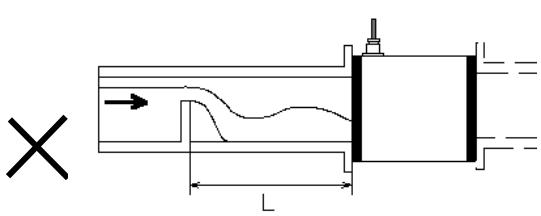

図 9. 上流に堰などがある場合
- (e)上流側に堰やフリュームなどが設置されている場合。図9.